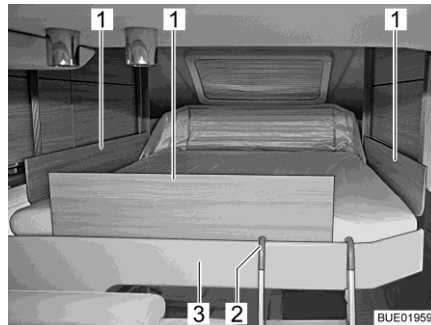

Fig. 145 Lit escamotable avec plaques de sécurité
- Mettre les plaques de sécurité (Fig. 145,1) en place entre le matelas et la bordure du lit (Fig. 145,3).
- Accrocher : ■ Accrocher les deux étriers de l'échelle de montée (Fig. 145,2) à la bordure du lit (Fig. 145,3).
- Ranger : ■ Décrocher l'échelle de montée (Fig. 145,2) de sur la bordure du lit (Fig. 145,3).
S'il n'est plus possible de déplacer le lit escamotable avec les touches fléchées (Fig. 145, 2 et 8), contrôler d'abord le fusible de réserve 3 sur le bloc électrique (voir paragraphe 9.10.1). Si le fusible n'est pas défectueux mais qu'il n'est toujours pas possible de déplacer le lit escamotable, ce dernier peut l'être manuellement.